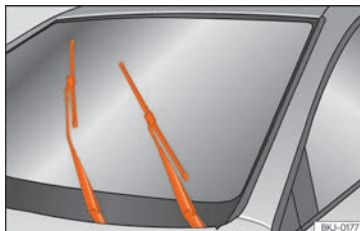

**Fig. 80** Tergicristalli in posizione di manutenzione.
- Accendere e spegnere il quadro, quindi (dopo circa 9 secondi), spostare la leva del tergicristalli verso il basso (tergitura singola). Le spazzole si posizionano nella posizione di manutenzione »» **fig. 80.**